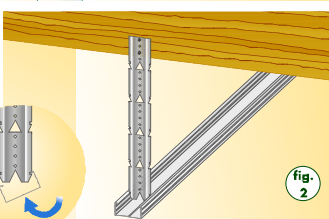

fig. 2
- Encajar sobre los cuelgues por presión los perfiles T-47, comprobando la verticalidad de la unión. (Fig. 2)
- Encaixar sobre as suspensões por pressão os perfis T-47, comprovando a verticalidade da união. (Fig. 2)